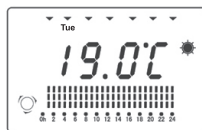

fig. 2
2. Apăsați odată butonul Mod, pînă cînd pe ecran apare modul „Setare setări personale pentru fiecare zi a săptămânii” (fig.2)